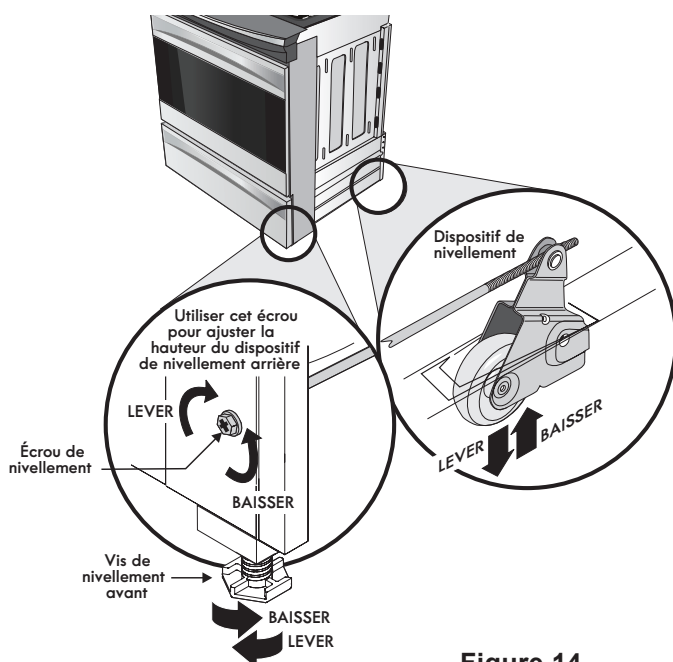

Figure 14
- Ajustez les pieds de l'appareil, comme décrit plus loin, jusqu'à ce que le dessous de la surface de cuisson s'appuie délicatement sur le dessus du comptoir et soit à niveau (Figure 14).